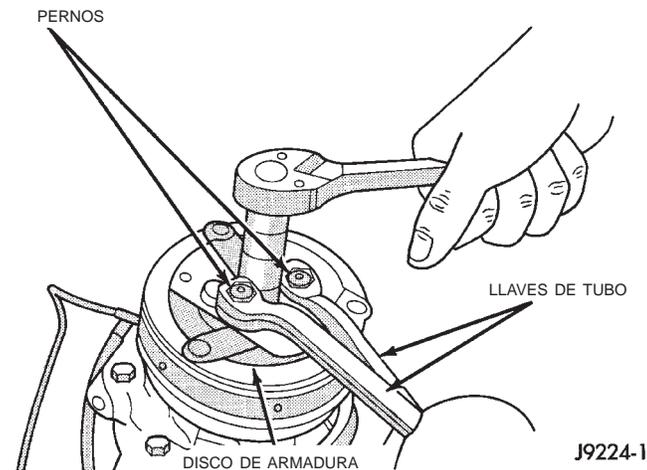

Fig. 20 Desmontaje e instalación de la tuerca del eje del compresor
- (1) Retire el compresor del soporte.
- (2) Instale los dos pernos (6 mm) en los orificios roscados en el disco de armadura. Sostenga los pernos con dos llaves para impedir que el eje gire (Fig. 20). Retire la tuerca del eje del compresor.